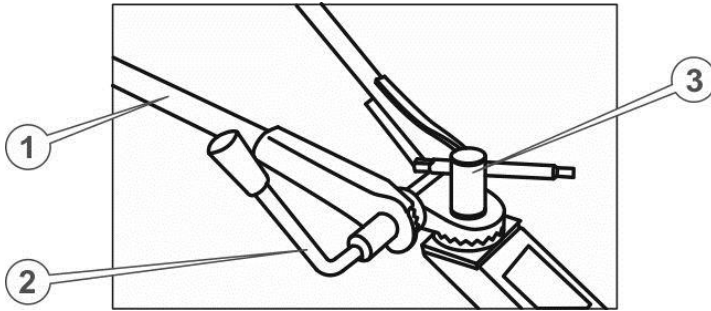

Рисунок 2. Кріплення керма
3. Звільнити кермо від пакувальної плівки. Відкрутити затискну гайку з важелем і витягнути стяжний болт. Встановити кермо на рульову стійку центрального вузла, потрапляючи зубцями в зубці (див. рис. 2.), вставити стяжний болт таким чином, щоб його головка зайшла в шестигранне поглиблення у вушку керма (ліворуч у напрямку руху мотоблока), опустити рукоятки керма в нижнє положення і затягнути затискну гайку з важелем.